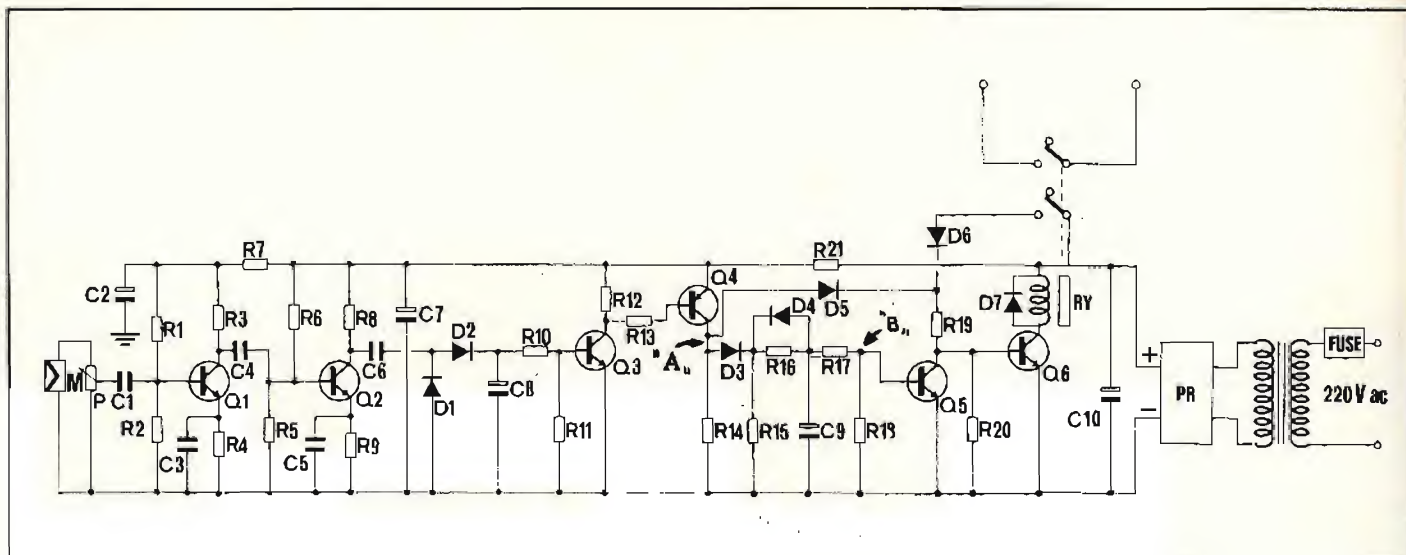

Fig. 2 - Schema elettrico del ricevitore a ultrasuoni.
Dopo C1, che taglia i bassi sotto i 10 kHz, troviamo due amplificatori Q1 e Q2 (fig. 2) che amplificano il segnale in maniera sensibile, in modo che superi 0,5 V in valore assoluto: così è possibile che i diodi D1 e D2 funzionino da duplicatore di tensione (e, ovviamente, raddrizzatore!) per cui è possibile per C8 caricarsi gradualmente fino a portare la base di Q3, polarizzata dal partitore R10-R11, ad un livello tale di potenziale da mandare Q3 stesso in conduzione.
Ma appena Q3 passa dall'interdizione alla conduzione, arriva su R13 una tensione tale da polarizzare entrambe le giunzioni del PNP Q4 in modo diretto. Q4 passa allora in saturazione, e quindi il punto A in fig. 2 passa praticamente a potenziale di + 12 V. A questo punto accadono due cose, contemporaneamente, dalle quali dipende appunto il funzionamento del circuito come apparecchiatura che inneschi e disinneschi il relè R1.
b) Invece, testardi, voi insistete su P1: ecco allora che, sempre tramite D3 e il partitore R16-R15, il condensatore C9 si carica finché al punto B (fig. 2) del partitore R17-R18 appare una tensione tale da mandare in conduzione Q5. Avrete già capito che l'unica maniera per diseccitare il relè è di mandare Q6 in interdizione; ciò